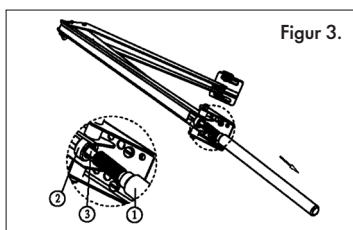

Figur 1.
- 2 Montera det första spännodonet (11) löst i fönsterbeslaget med skruvarna som finns i förpackningen (12). Montera det andra spännodonet löst i karmbeslaget (10). Se figur 1.